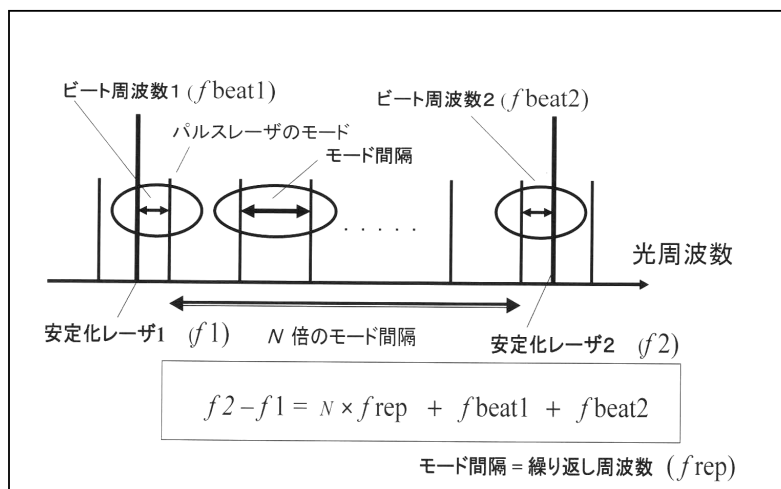

図1 光周波数計測の実理
モード同期レーザからの超短パルスの性質を光周波数軸上で考えると、図1のようにたくさんの等間隔にならんだモード構造を持っていることになる。この姿を櫛の歯にたとえて「光コム (Comb)」と呼ぶ。各モードの間隔を例えば 1 GHz、光コムのスペクトルの広
図1で説明した原理に基づいて高精度な「光周波数計」を考えることができる。このような製品はまだ市販品として出回っていないがその要素である「基準レーザー」と「光コム」について、いくつかの製品がすでにある。横河電気 (株) のHCN分子の線形吸収を利用した安定化レーザーは確度10 MHzの製品である。ネオアーク (株) は、電気通信大学と産総研の研究成果をベースに、アセチレン分子の飽和吸収を利用した確度100 KHzの安定化レーザーの製品化に成功している。アイシン精機 (株)・IMRA アメリカで開発されたモード同期ファイバレーザーは「光コム」として利用できる信頼性の高い装置である。NTT エレクトロニクス (株) のスーパーコンティニューム (SC) コムは、モード同期半導体レーザーと特